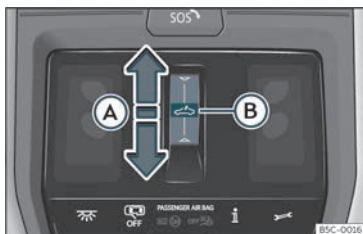

Fig. 83 No revestimento interior do teito: tecla do teito de vidro.
- Movemento automático: desliza o dedo cara atrás sobre a área funcional »» **fig. 83** (A).
- Antes de que transcorran aprox. 5 segundos dende a activación da función antiaprisionamento, deslice o dedo cara adiante sobre a área funcional ⤴»» fig. 83 (A) e manteña premido ata que o teito se peche completamente.